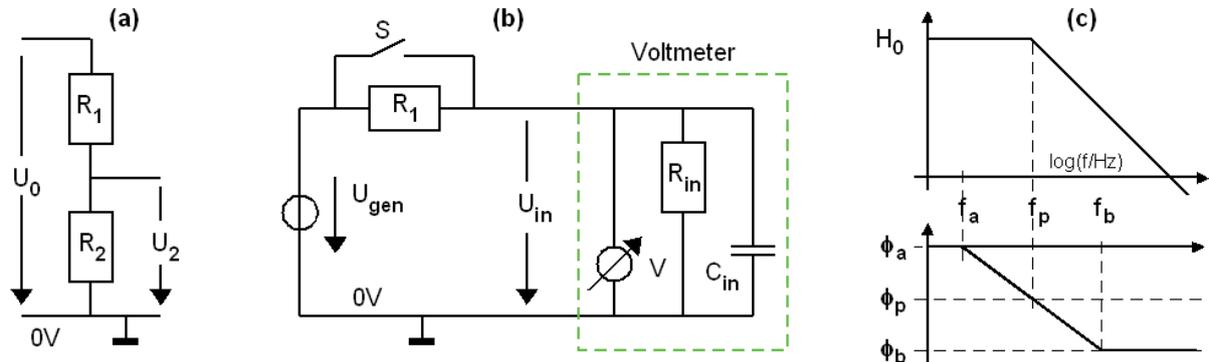

Bild 2: (a) Spannungsteiler, (b), Schaltung zur Messung von R_{in} , C_{in} , (c) Bode-Diagramm
Zu Bild 2(a): Gegeben ist der resistive Spannungsteiler in Bild 2(a) sowie $\alpha = U_2/U_0$.
Zu Bild 2(b): Gegeben ist ein Messgerät, von dem wir annehmen, dass es gemäß Bild 2(b) aus einem Voltmeter mit Eingangsimpedanz $Z_{in} \rightarrow \infty$ besteht, parallel zu einem Eingangswiderstand R_{in} und einer Eingangskapazität C_{in} .
Zu Bild 2(c): Der Schalter S ist offen. Betrachten Sie nur die Bauelemente R_1 , R_{in} , C_{in} .
11. Geben Sie die Frequenz f_a in Bild 2(c) als Funktion von f_p an
12. Geben Sie die Frequenz f_b in Bild 2(c) als Funktion von f_p an